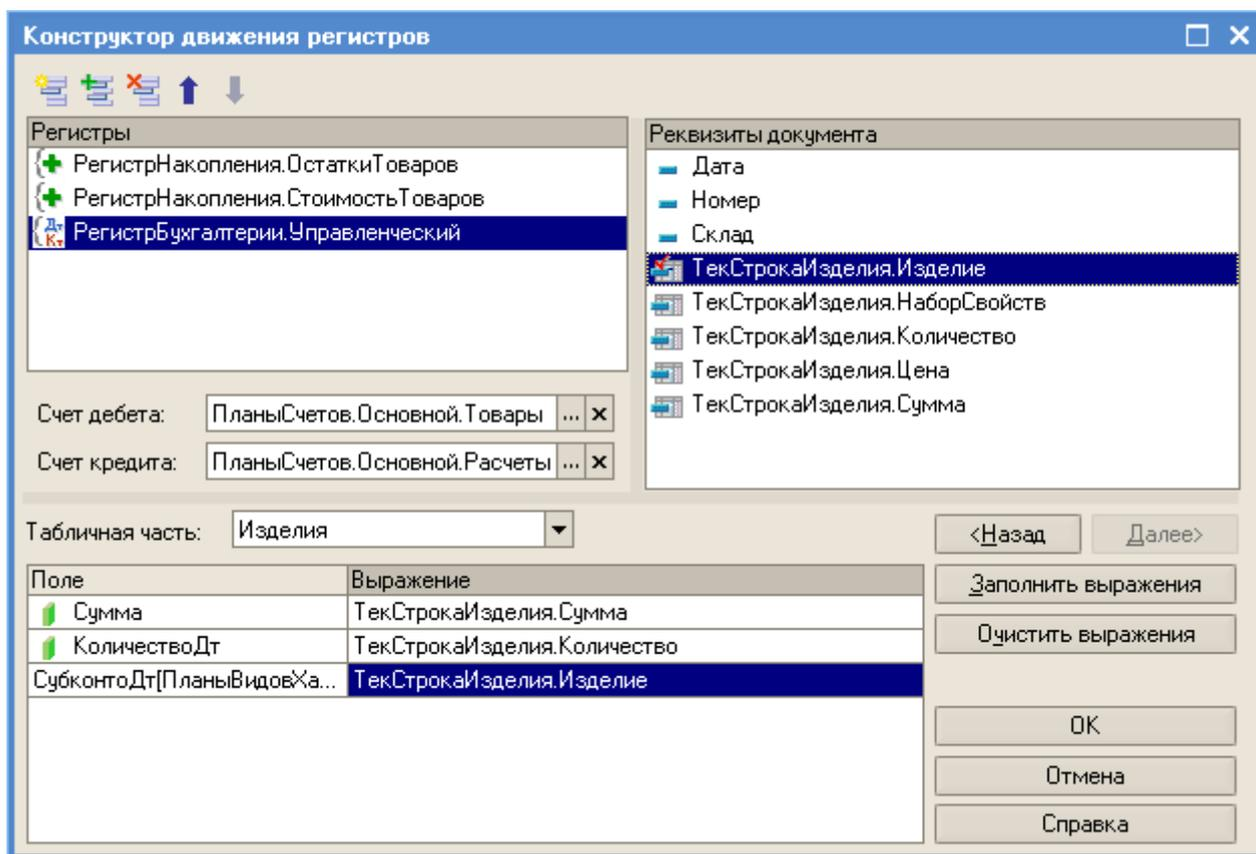

Рис. 168
- в список регистров добавьте *РегистрБухгалтерии.Управленческий*, в качестве источника данных выберите табличную часть документа *ПриходнаяНакладная –Товары*, Счет дебета установите равным *ПланыСчетов.Основной.Товары (41)*, а счет кредита – *ПланыСчетов.Основной.РасчетыСпоставщиками (60)*;
- нажмите кнопку *Заполнить выражения*, результат должен получиться как на рис. 168;